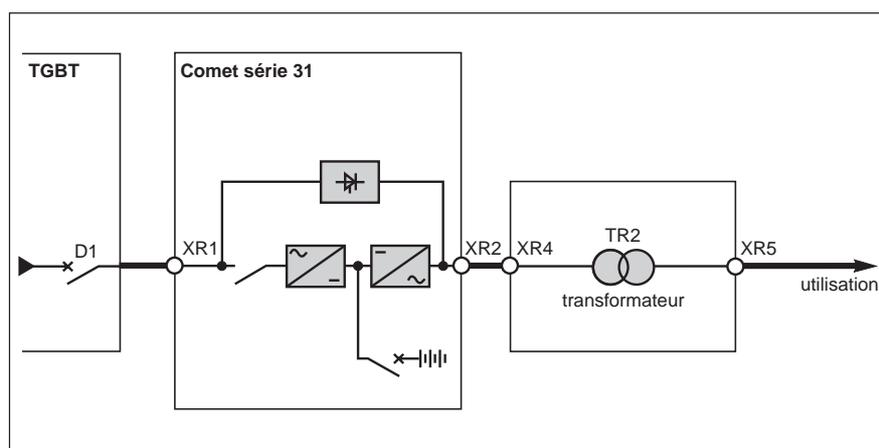

Fig. 27
- entre la sortie utilisation de **Comet** et la charge pour **Comet série 31** (Figure 27).